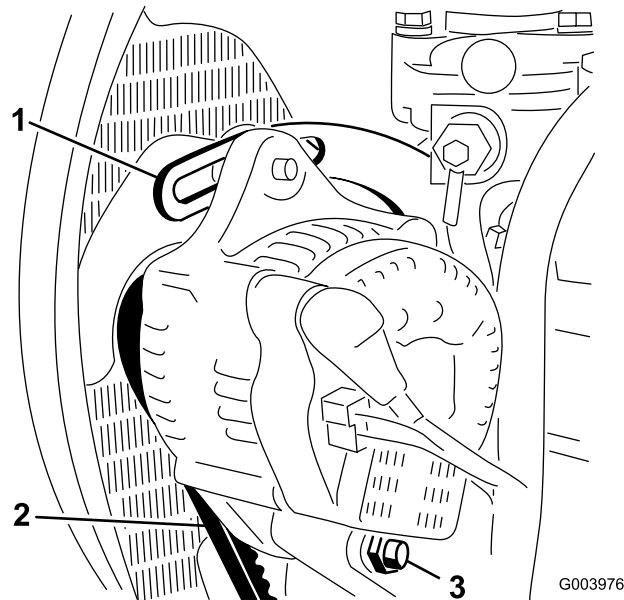

Figura 69
2. Compruebe la tensión de la correa del alternador presionándola (Figura 69) en el punto intermedio entre las poleas del alternador y del cigüeñal con una fuerza de 10 kg (22 libras).
3. Afloje el perno que fija el tirante al motor (Figura 69), el perno que fija el alternador al tirante y el perno de pivote.